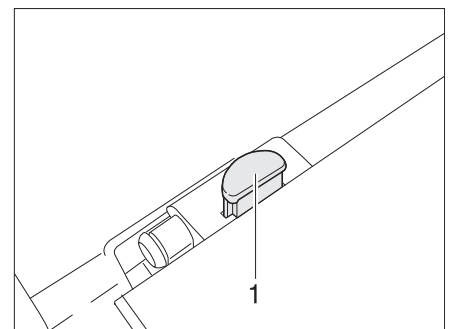

Bild 32 Verriegelung Tischplatte
- An der Verriegelung der Tischplatte den Entriegelungsknopf (Bild 32,1) drücken.